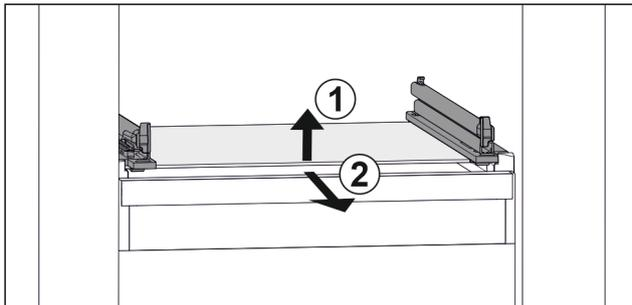

Fig. 59 Beispielhafte Darstellung der Glasplatte
- ▶ Glasplatte vorne anheben. Fig. 59 (1)
- ▶ Glasplatte nach vorne entnehmen. Fig. 59 (2)